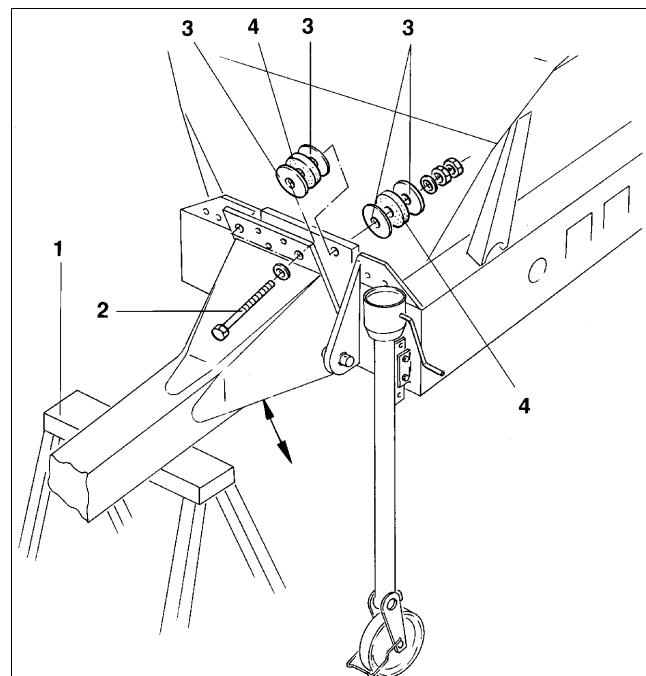

Рис. 11
- Дышло обоприте на прочную опору (Рис. 11/1) и открутите оба крепежных болта (Рис. 11/2).
- Посредством равномерной перестановки нивелировочных шайб (Рис. 11/3) можно производить регулировку дышла. Демпфирующие прокладки (Рис. 11/4) убирать не разрешается. Они амортизируют передаваемые от трактора на распределитель ударные колебания.